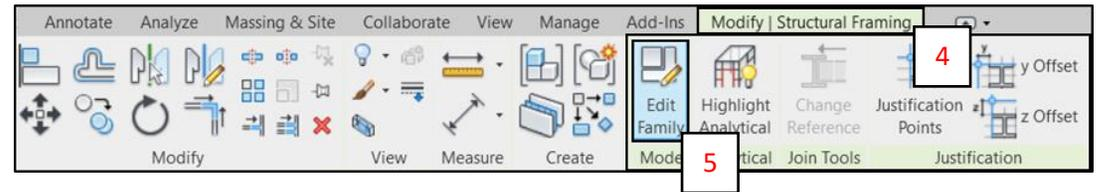

Fig. 16
- C. Ir a la *Ficha Modify* (4) > **Mode** > **Edit Family** (5). (Fig. 16)